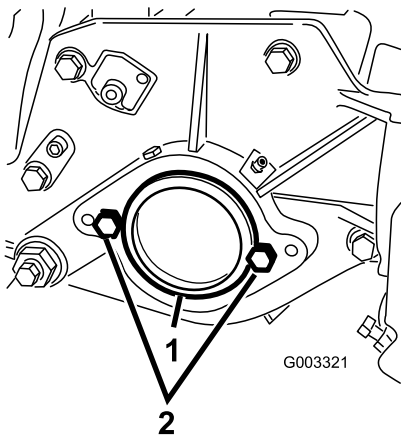

Bild 7
3. Nehmen Sie rechts am Mähwerk den Plastikstöpsel vom Lagergehäuse ab (Bild 7).
4. Nehmen Sie die zwei Kopfschrauben von der rechten Seitenplatte ab (Bild 7).
2. Kopfschraube (2)
6. Schrauben Sie die zwei Befestigungsschrauben für den Spindelmotor lose an der linken Seitenplatte des Mähwerks fest (Bild 7).